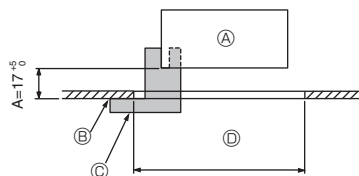
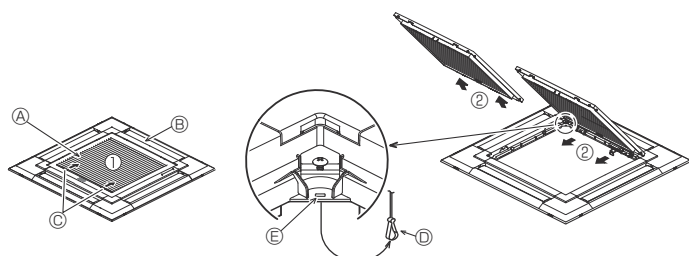
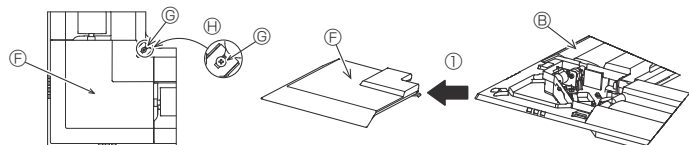

Fig. 9-2
Fig. 9-3
Fig. 9-4
①	Gitter	1	950 × 950 (mm)
②	Installationsmessgerät	1	(In 4 Teile unterteilt)
③	Drahtlose Fernbedienung	1	Für PLP-6EALM2
④	Fernbedienungshalter	1	Im Lieferumfang enthalten, wenn die drahtlose Fernbedienung vorhanden ist. *
⑤	LR6-AA-Batterien	2	Im Lieferumfang enthalten, wenn die drahtlose Fernbedienung vorhanden ist. *
⑥	3,5 × 16 Gewindeschneid-schrauben	2	Im Lieferumfang enthalten, wenn die drahtlose Fernbedienung vorhanden ist. *
9.2. Vorbereitung zum Anbringen des Gitters (Fig. 9-2)
• Mit der mit diesem Bausatz gelieferten Lehre ② die Position des Hauptgeräts im Verhältnis zur Deckenoberfläche überprüfen. Wenn das Hauptgerät im Verhältnis zur Deckenoberfläche nicht richtig positioniert wird, kann Luft austreten, oder es kann sich Kondensationsflüssigkeit ansammeln.
- Ⓒ Installationsmessgerät ② (in das Hauptgerät eingeführt)
9.2.1. Das Ansauggitter abnehmen (Fig. 9-3)
• Zum Öffnen des Ansauggitters die Hebel in die Richtung, die durch Pfeil ① gekennzeichnet ist, schieben.
• Das Scharnier des Ansauggitters bei geöffnetem Ansauggitter (Position „offen“) vom Gitter wie durch Pfeil ② gekennzeichnet, abnehmen.
9.2.2. Die Eckplatte abnehmen (Fig. 9-4)
• Die 4 Schrauben an der Ecke lösen. Die Eckplatte in Pfeilrichtung ① in der Abbildung schieben und die Eckblende abnehmen.
[Fig. 9-3] [Fig. 9-4]